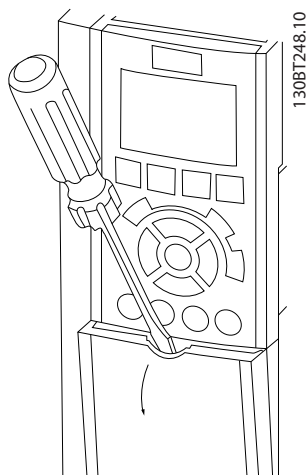

Abbildung 3.9 Zugang zu den Steuerklemmen in den Gehäusen A2, A3, B3, B4, C3 und C4
- Entfernen Sie die Abdeckplatte mit Hilfe eines Schraubendrehers. Siehe *Abbildung 3.9*.